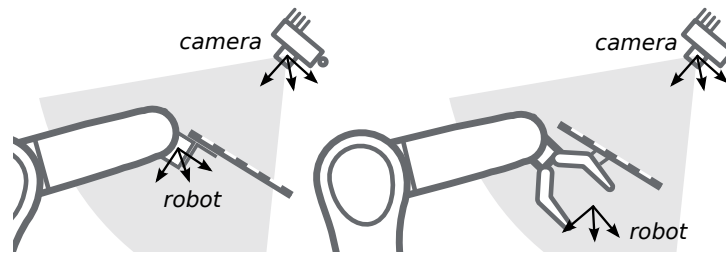

Abb. 6.18: Alternative Montageoptionen für die Befestigung des Kalibrierusters am Roboter
6.17 und Abb. 6.18 angegeben, angebracht werden.
**Bemerkung:** Für das Modul zur Hand-Auge-Kalibrierung spielt es keine Rolle, wie das Kalibriermuster in Bezug auf das benutzerdefinierte *Roboter*-Koordinatensystem genau angebracht und positioniert wird. Das bedeutet, dass die relative Positionierung des Kalibriermusters zu diesem Koordinatensystem weder bekannt sein muss, noch für die Kalibrieroutine relevant ist (siehe in Abb. 6.18).